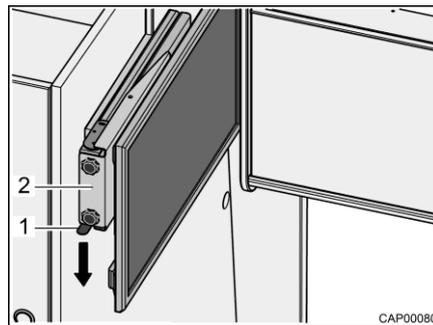

Bild 53 Auszug mit Flachbildschirm
- Rastfeder (Bild 53,1) nach unten drücken und Auszug (Bild 53,2) mit Flachbildschirm waagrecht in Richtung Fahrzeugmitte herausziehen.
- Auszug (Bild 53,2) mit Flachbildschirm waagrecht bis zum Anschlag schieben. Die Rastfeder (Bild 53,1) rastet hörbar ein.